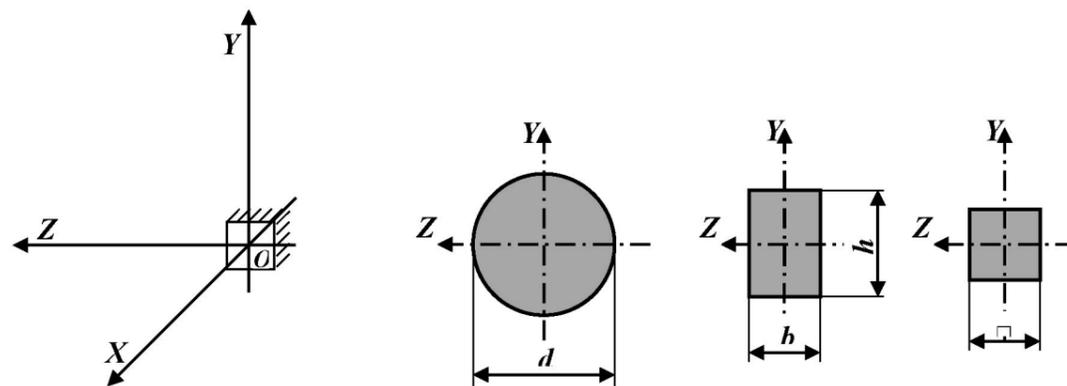

Рисунок 1.1.2 – Система координат и поперечные сечения участков стержня
Участок OA имеет круглое поперечное сечение диаметром d , участок AB – прямоугольное сечение $b \times h$ ($h = 2b$), участок BC – квадратное сечение со стороной a (рисунок 1.1.2).
- 2) Определить перемещение сечения C в направлении оси z (рисунок 1.1.2).